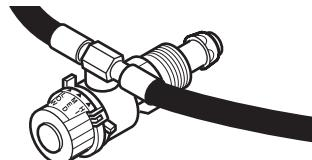

Figure 2 - Branchement des tuyaux des brûleurs au détendeur
- Raccordez les tuyaux des brûleurs l'un à l'autre comme l'illustre la figure 2. Serrez avec une clé pour que le raccord ne fuite pas.